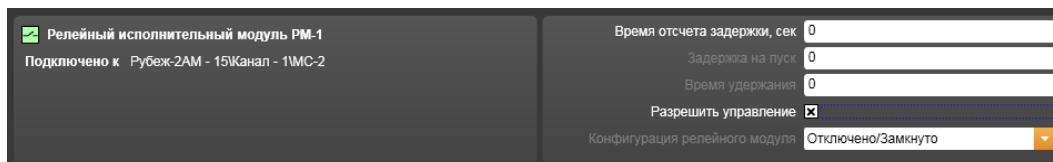

Рисунок 14.3.48 – Свойства адресного исполнительного устройства РМ-1
9) При выделенной в рабочей области строке адресного исполнительного устройства РМ-1, поле свойств устройства отображает (Рисунок 14.3.48):